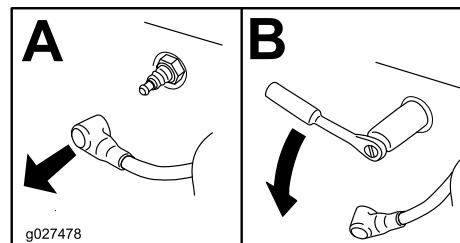

Bild 39
3. Ermitteln und entfernen Sie die Zündkerze(n), wie in Bild 39 abgebildet.